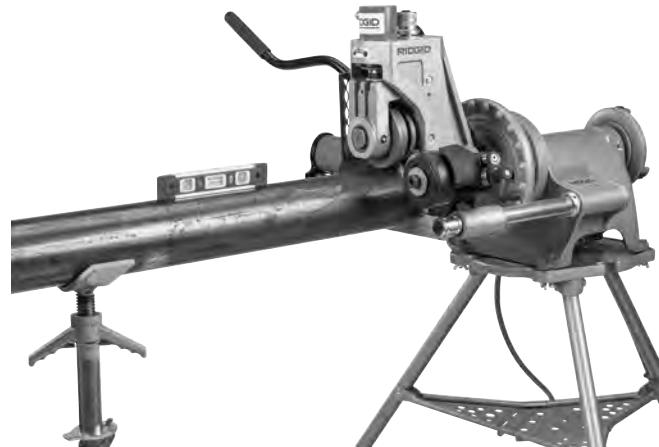

Figure 13 – Nivellement du tuyau
- Les axes du tuyau et de l'arbre d'entraînement doivent être alignés. Cet alignement peut être vérifié à l'aide d'un niveau à bulle placé sur le cylindre hydraulique et sur le tuyau (*Figure 13*).